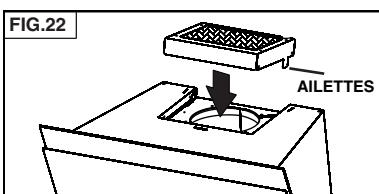

FIG.22
10. Installer la grille en alignant les ailettes de la grille avec les rainures dans la partie supérieure de la hotte. Fig.22.